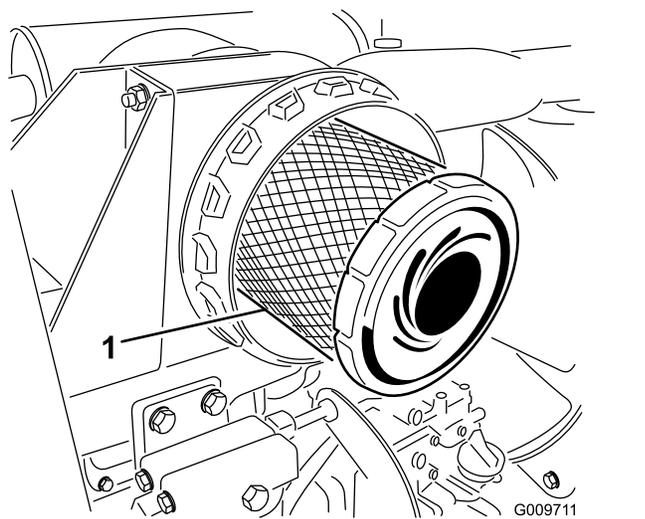

図 30
3. 1次フィルタ **図 30** を取り外して交換する。